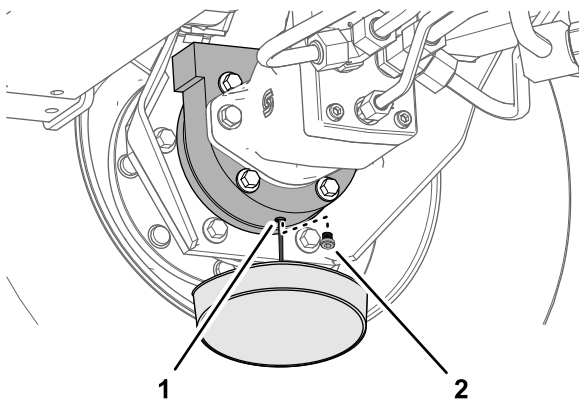

Figura 140
6. Amplasai o tavă de golire sub carcasa frânelor, îndepărtați bușonul de golire și lăsați uleiul să se scurgă complet (Figura 140).